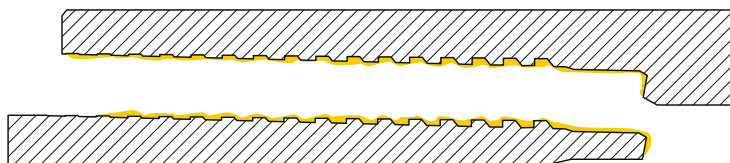

Рис. 11
- После нанесения смазки контур резьбы должен быть отчетливо виден. На следующем рисунке показано правильное нанесение смазки, изображена желтым цветом (см. рис.11).